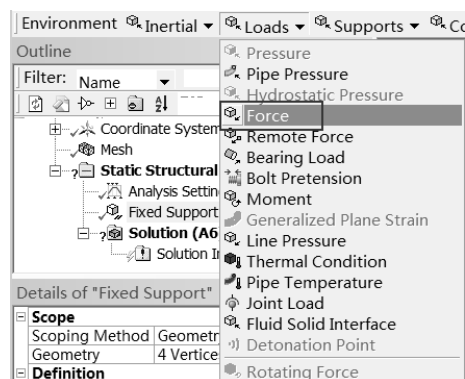

图 5-76 添加力载荷
Step4：同 Step3，选择 Environment 工具栏中的 Loads（载荷） Force（力）命令，此时在分析树中会出现 Force 选项，如图 5-76 所示。